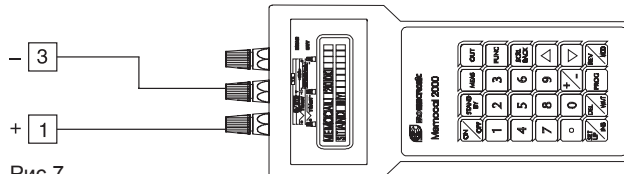

Рис.7
- Подключите тестируемый инструмент к калибратору с резистором, подсоединенным в последовательности, имеющей значение в пределах 10 KΩ and 30 KΩ, как показано на Рис. 7.